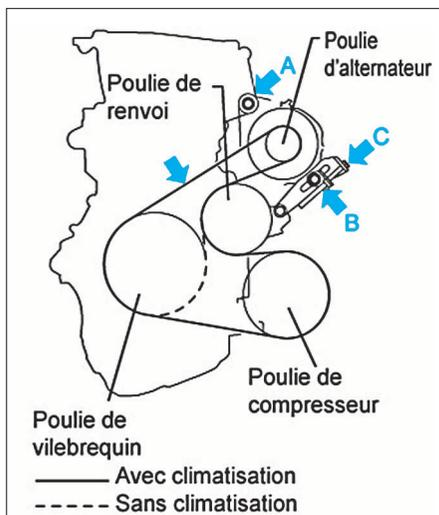

FIG. 45
- Suivre le cheminement de la courroie afin de la reposer (Fig.45).